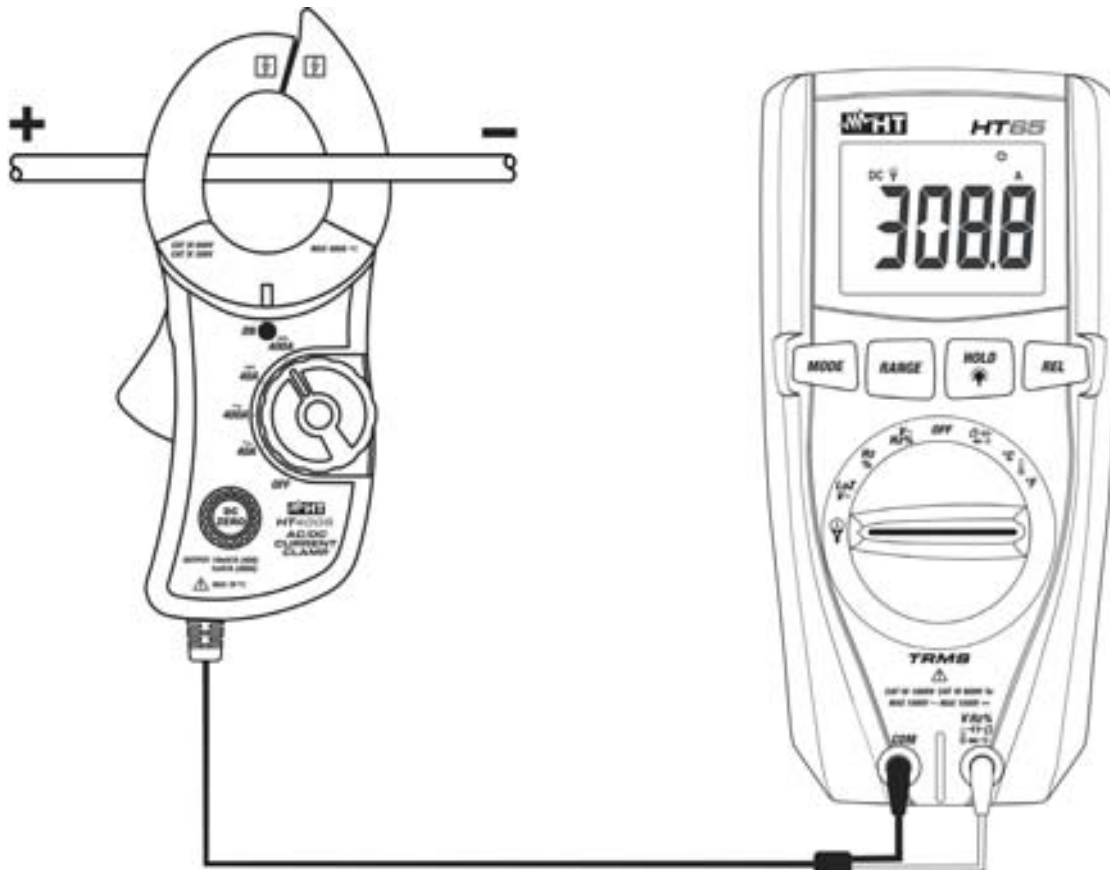

Fig. 10: Uso do instrumento para a medição de Correntes CC com transdutor com pinça
5. Inserir o cabo no interior do toroide (ver Fig. 10). O valor da corrente é apresentado no display.
7. A visualização do símbolo "-" no display do instrumento indica que a corrente tem sentido oposto em relação à conexão da Fig. 10